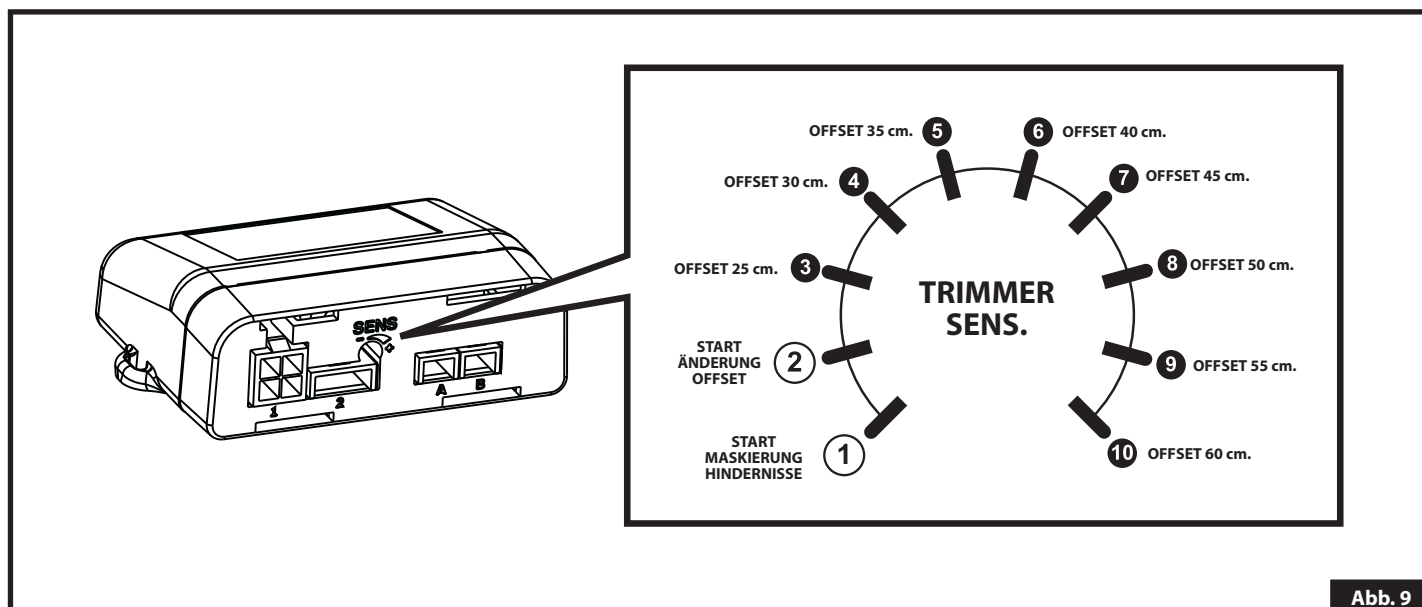

Abb. 9
Zu bemerken: Vor dem Start des Verfahrens beschließen, welchen OFFSET-Wert man speichern möchte, indem man in Abb.9 identifiziert, mit welcher Trimmerposition er übereinstimmt (z.B.45 cm= Pos.7).
2. Den Trimmer in der Position 2 positionieren (siehe Abbildung 9).
2. Den Trimmer in der Position 1 positionieren (siehe Abbildung 9).